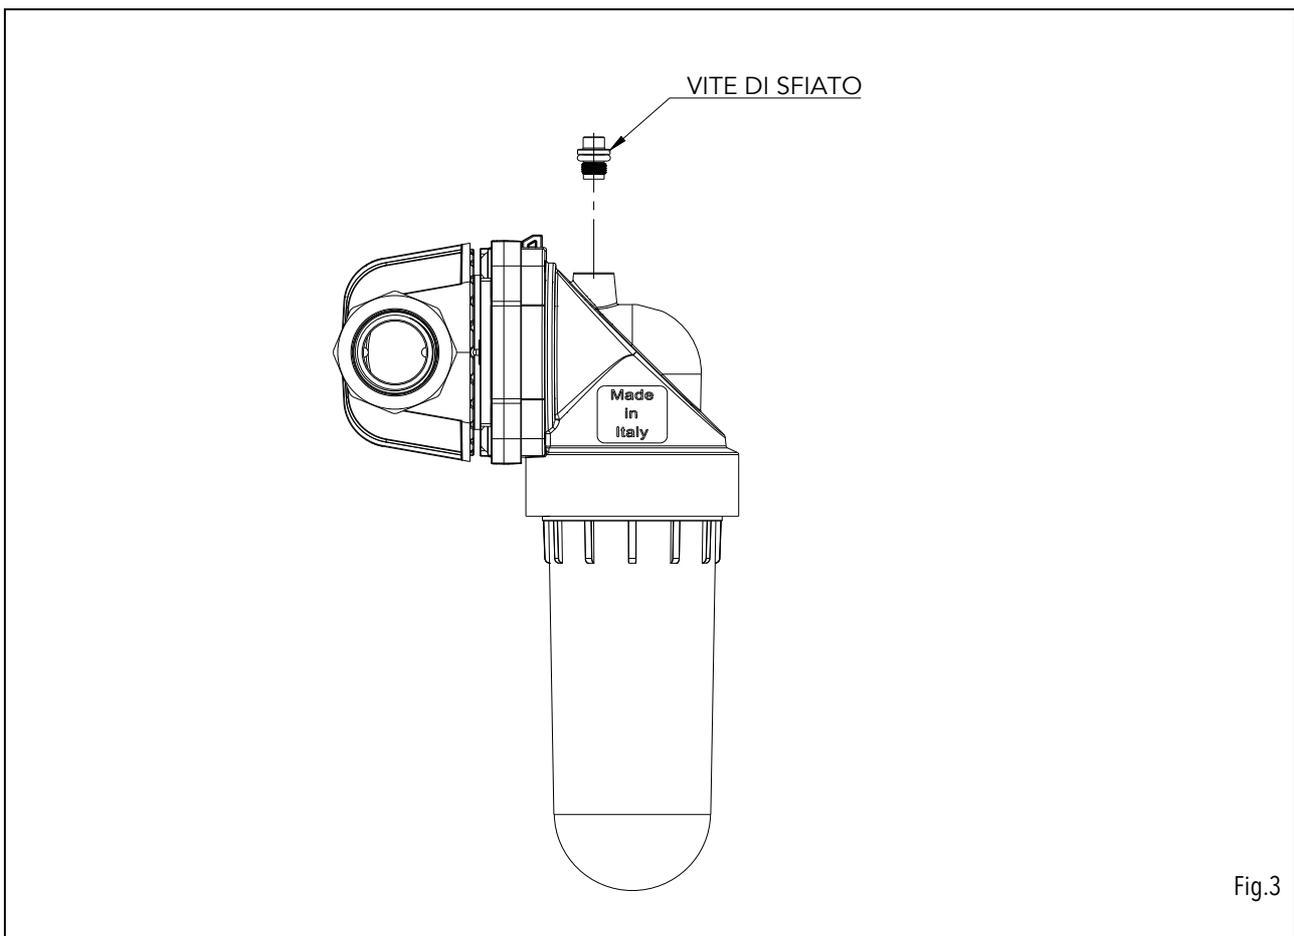

Fig.3
- Scaricare la pressione utilizzando l'apposita vite di sfiato (Fig.3)